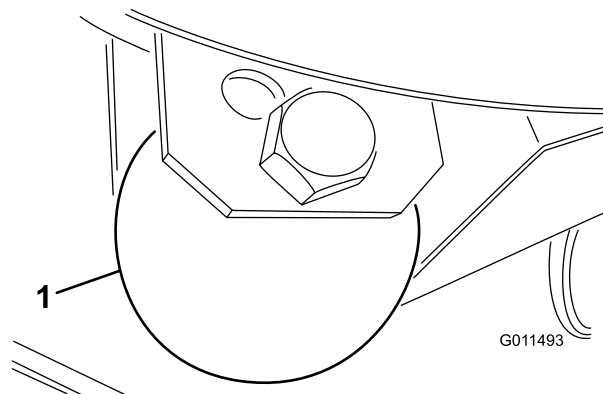

Figura 27
1. Retire o parafuso e porca que fixam a roda guia aos suportes da unidade de corte (Figura 27).